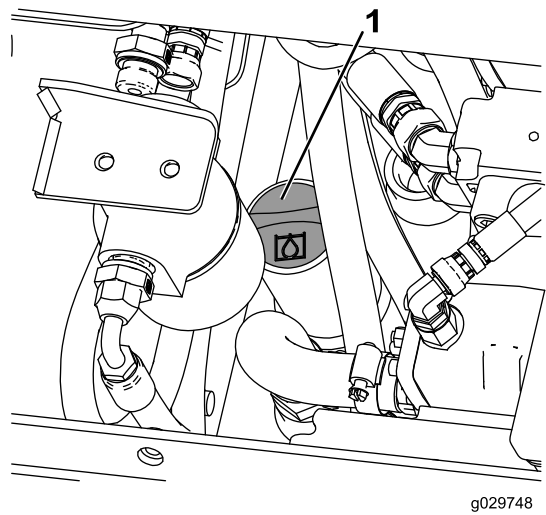

Bild 27
5. Reinigen Sie den Bereich um den Einfüllstutzen des Hydraulikölbehälters (Bild 27).